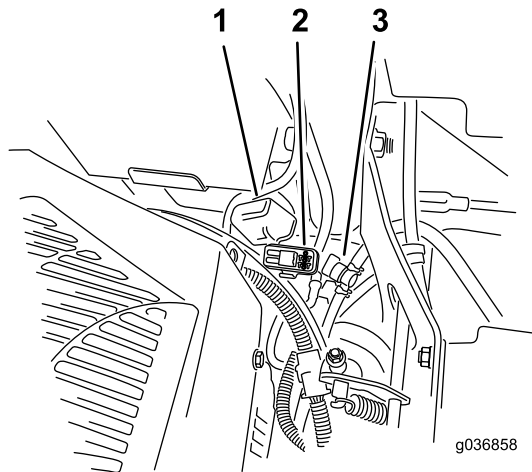

Figure 84
Remarque: Pour les tondeuses MyRide, assurez-vous que le câble de masse ne frotte pas contre le bras tiré ou le support inférieur de l'amortisseur (Figure 84).
Les fusibles sont situés sur la console droite, près du siège (Figure 84).
2. Remplacez le fusible (Figure 84).